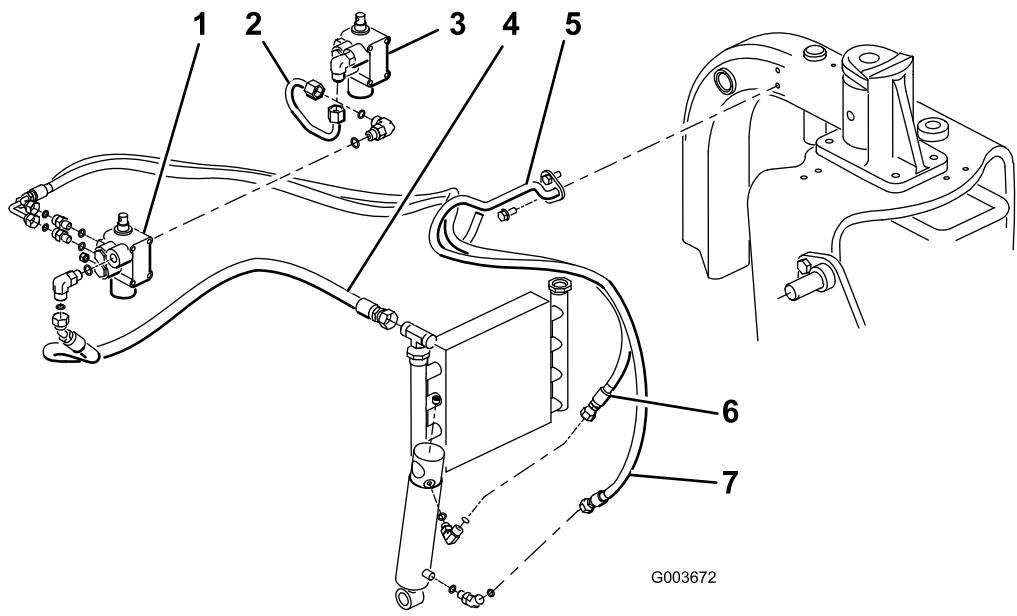

Figura 14
Nota: Per ridurre al minimo la perdita d'olio durante la rimozione del tubo idraulico, tenere pronto il flessibile di ricambio o chiudere il raccordo sul radiatore utilizzando uno dei tappi protettivi rimossi dal gruppo tubo, codice N. 108-8447 (Figura 14).
- Collegare il gruppo tubi, n. comp. 108-8447, al raccordo a 90° sul lato sinistro della nuova valvola e il raccordo vuoto sulla valvola di sollevamento esistente (Figura 14).
- Collegare l'estremità del raccordo a 45° del flessibile idraulico, n. comp. 108-8449, al raccordo a 90° sul lato destro della valvola e l'estremità diritta del flessibile al raccordo del radiatore dell'olio vuoto (Figura 14). Ved. Figura 15 e Figura 16 per la posa dei tubi.
- Montare il supporto del tubo sul tubo del telaio sinistro con 2 viti autofilettanti (5/16 x 3/4 pollici) (Figura 14).
- Collegare l'estremità corta del raccordo a 90 gradi del flessibile idraulico, codice N. 108-8453, al raccordo diritto superiore sul retro della valvola. Posare il tubo facendolo passare attraverso il supporto e collegare l'estremità diritta del flessibile al raccordo del cilindro idraulico superiore (Figura 14). Ved. Figura 15 e Figura 16 per la posa dei tubi.
- Collegare l'estremità lunga del raccordo a 90 gradi del flessibile idraulico, codice N. 108-8454, al raccordo diritto inferiore sul retro della valvola. Posare il tubo facendolo passare attraverso il supporto e collegare l'estremità diritta del flessibile al raccordo del cilindro idraulico inferiore (Figura 14). Ved. Figura 15 e Figura 16 per la posa dei tubi. Accertarsi che i tubi siano posati lontano da componenti appuntiti, caldi o mobili.